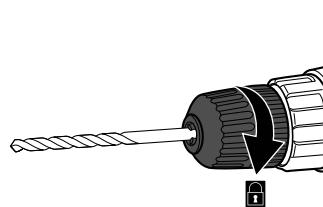

Fig. 3
3. sujetar el portabrocas de sujeción rápida (3) en posición y gire el manguito del mandril (2) en sentido horario hasta que la broca se sujetara correctamente en las mordazas del mandril (1) (Fig. 3).